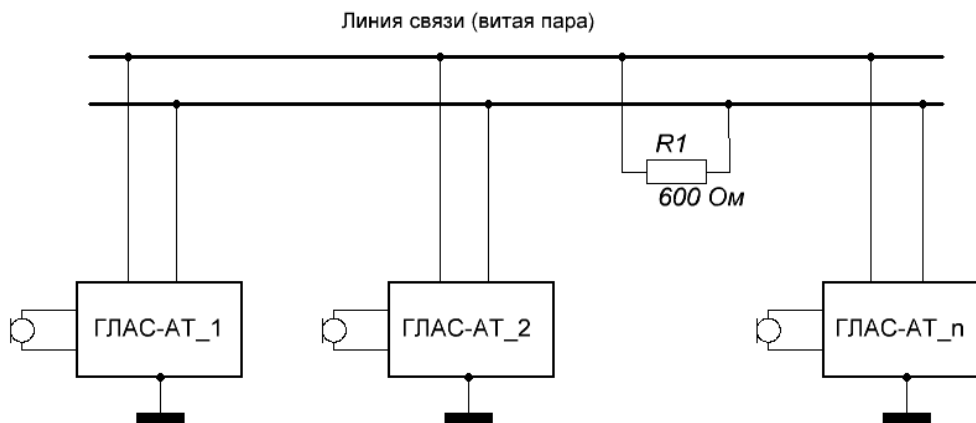

Рис.3. Соединение Циркуляр (n=3..30).
7.2. Соединение Циркуляр (Рис.3)